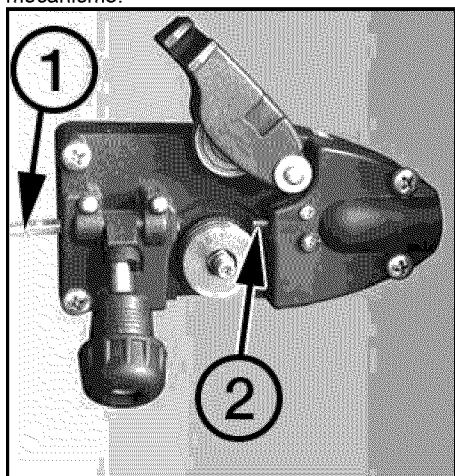

Fig. 6
2.10 Inserte el alambre en el tubo guía de entrada (Fig. 6, 1), hágalo pasar a través del rodillo impulsor e introdúzcalo al forro del soplete (Fig. 6, 2) unas 6 pulgadas. Asegúrese de que el alambre para soldadura esté ingresando realmente al forro del soplete. De lo contrario, el alambre se atascará en el mecanismo.